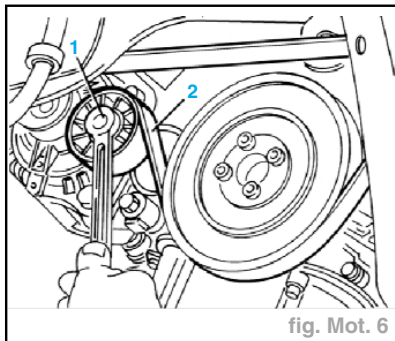

fig. Mot. 6
- Manoeuvrer le dispositif de réglage de la tension (1) et réduire la tension de la courroie unique de commande d'organes moteur (fig. Mot. 6).